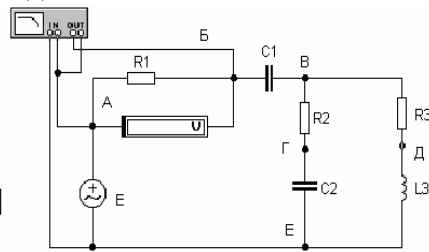

Рис.3.
5. По схеме рис.3 измерить действующие значения напряжений  $U_{AB}$ ,  $U_{AC}$ ,  $U_{AD}$ ,  $U_{AE}$  и их начальные фазы
1. Убедиться в соответствии состава рабочего места схеме рис.3.